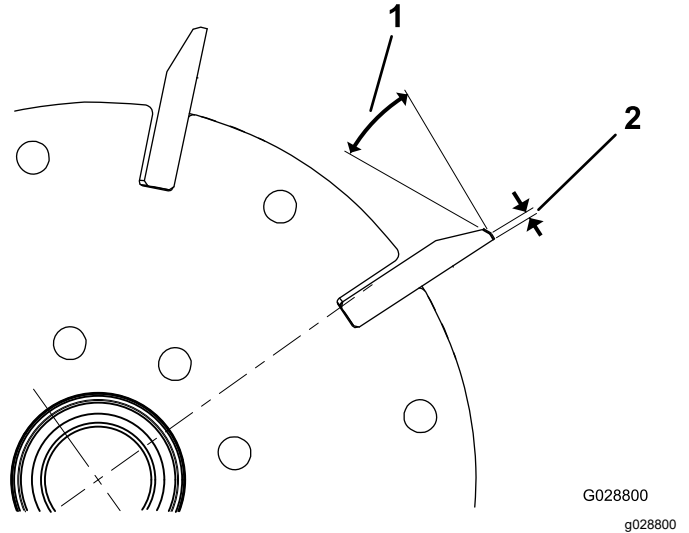

Figura 28
1. Aplique uma amolação de retificação de 30° em todas as lâminas do cilindro até que a folga tenha uma largura de 0,8 mm (Figura 28).